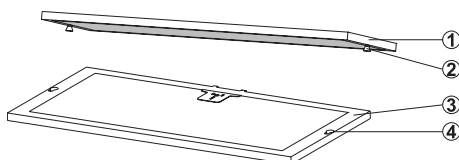

Abb. 21
2. ➔ Auf der Rückseite des Metallfettfilters ist der Aktivkohlefilter aufgesetzt. Schieben Sie ihn zur Seite um es zu entnehmen (Abb. 21).